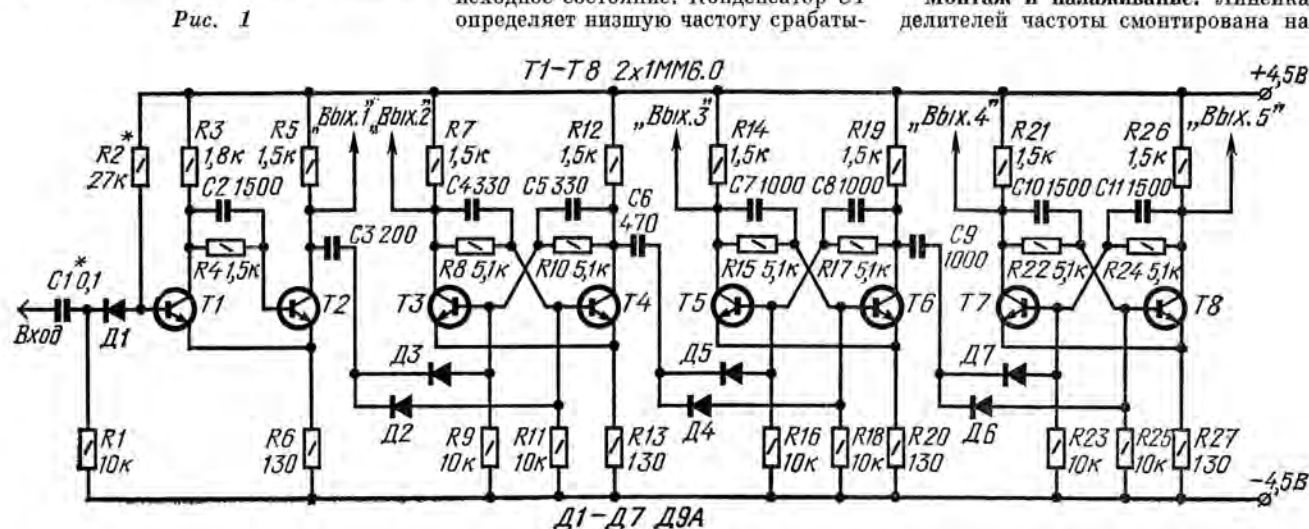

Рис. 1
**Принципиальная схема.** Линейка делителей частоты выполнена на двух микросхемах 1ММ6.0. Она состоит из одного триггера Шмитта и трех симметричных триггеров (рис. 1). Триггер Шмитта (Т1-Т2) преобразует поступающие на вход колебания в прямоугольное напряжение той же частоты. В исходном состоянии транзистор Т1 открыт, а Т2 закрыт. При отрицательной половине напряжения задающего генератора триггер опрокидывается, при положительной — возвращается в исходное состояние. Конденсатор С1 определяет низшую частоту срабаты-